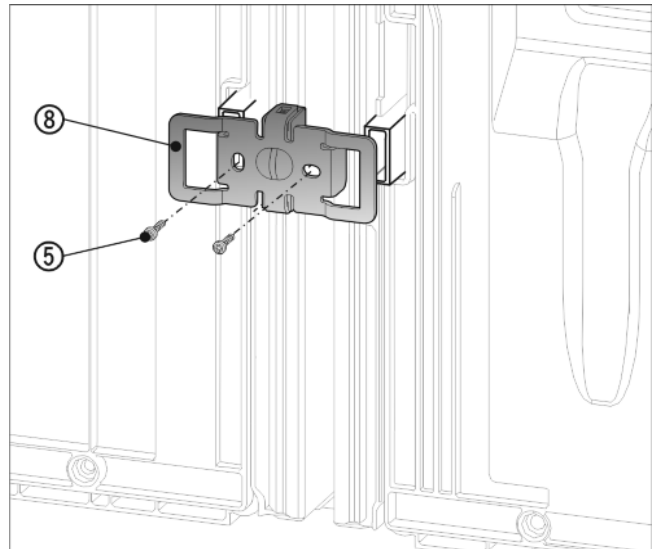

Fig. 12
- ▶ Знову всунути кут Fig. 12 (8) з виїмками через кріплення для пристінної розпірки.
- ▶ Закрутити 2 гвинтами Fig. 12 (5).